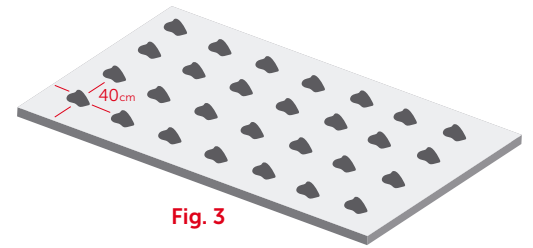

Fig. 3
- 3 Disponer 10 motas de **Pegamento Poligyp** por m², cada 40 cm en el horizontal y 40 cm en el sentido vertical, de aprox. 10 cm de diámetro y 5 cm. de espesor. **Fig3**